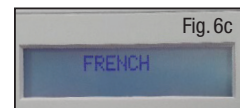

Fig. 6c
- Tryk på og hold DATA-knappenede for at rulle gennem listen over tilgængelige sprog. Slip DATA-knappen, når det ønskede sprog vises. Enheden er nu på det sprog, du har valgt (Fig. 6c). Sluk for strømenheden for at afslutte testmenuen. Når strømenheden tændes næste gang, vises dit valgte sprog på displayet.